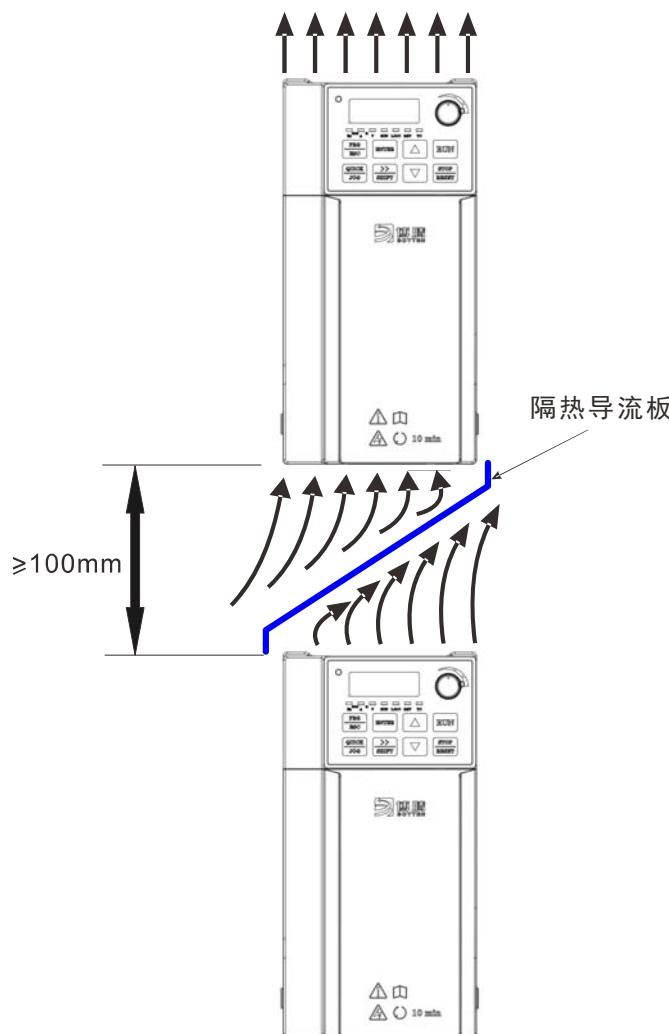

图3-2. A900变频器安装示意图
- 1) 请垂直安装变频器，便于热量向上散发。但不能倒置。若柜内有较多变频器时，最好是并排安装。在需要上下安装的场合，请参考图3-2的示意，安装隔热导流板。